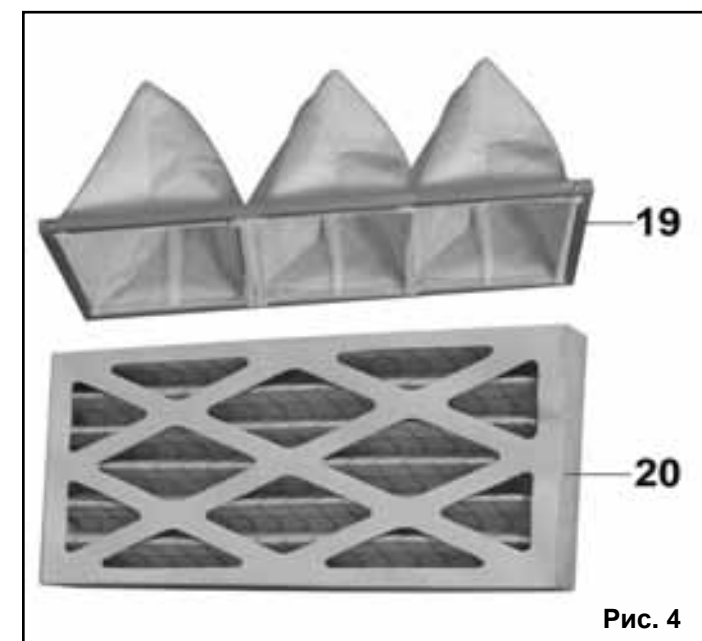

Рис. 4
10.1. Фильтрующие элементы фильтра показаны на Рис.4.